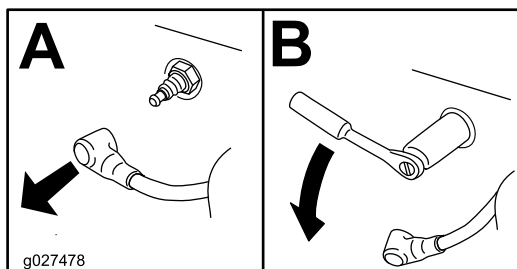

Figura 39
3. Retire a vela de ignição (Figura 39).